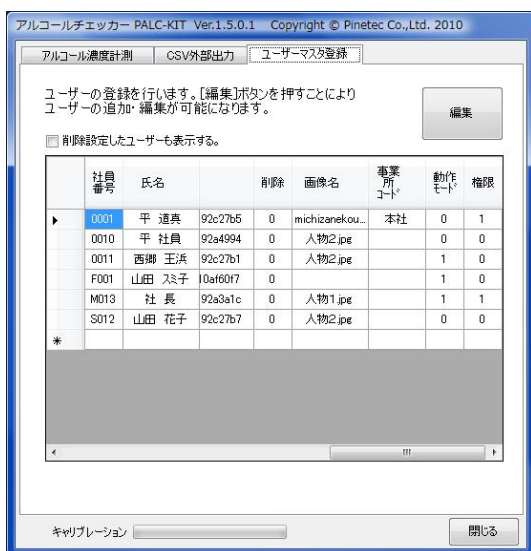

図 72 ユーザーマスタ登録
- ① 「ユーザーマスタ登録」タブを選択し、ユーザーマスタ登録画面を表示します。(図 72)
- ② [編集] ボタンをクリックすると、メッセージが「編集権限の認証を行います。ID カードをかざして下さい。」と表示されます。ここで権限者の ID カードをかざす事により編集モードに入ります。
- ③ 以下の各欄にユーザーの情報を入力します。